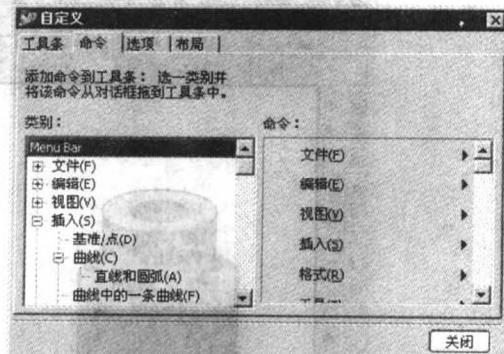

图1-13 “命令”选项卡
(3) 单击“命令”选项卡，如图1-13所示，该选项卡主要用来显示或隐藏指定工具条中所包含的命令，因为每个工具条可能包括多个工具按钮，对于那些在建模过程中不常用的命令没有必要将它显示在桌面上，那样将占用桌面空间，从而使绘图区缩小。选中一个工具条名称，就可以看到每个工具条中所包含的命令都列在右面的列表框内，只需将命令前复选框中的“√”取消，桌面上的该工具条中将不显示此项命令。